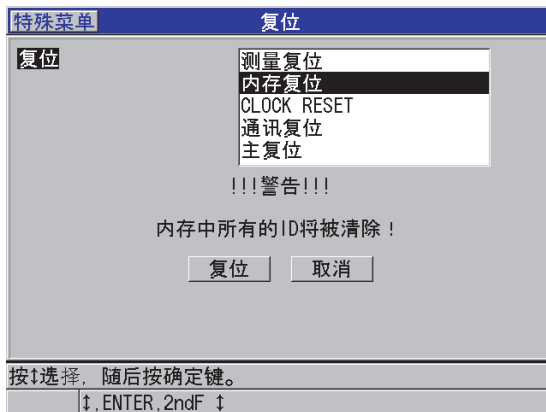

图 11-22 复位测量时出现的警告提示
3. 在**复位**屏幕中（参见第 196 页的图 11-22）：